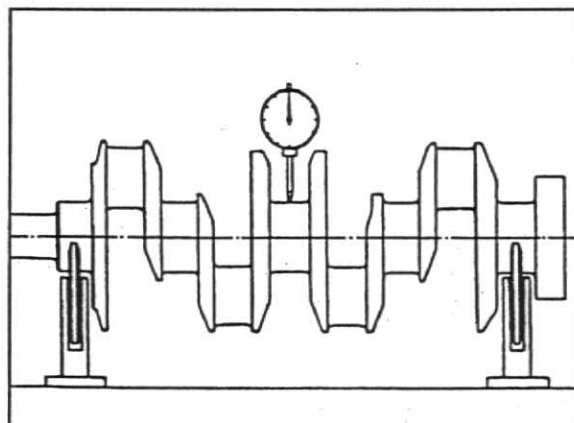

Fig. 3
4. Verifique a excentricidade máxima dos munhões da árvore de manivelas com o relógio microcomparador. Munhões nº 1 e 5: Apoiados. Munhão nº 3: 0,15 mm ou 0,006 pol, fig.3.